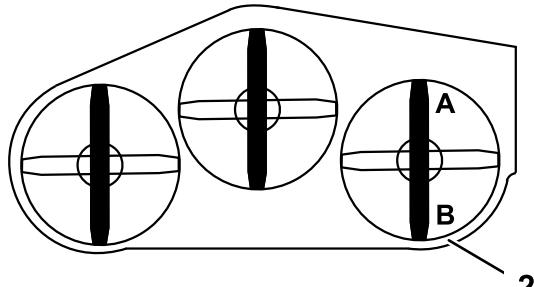

Figura 78
1. Coloque la cuchilla derecha en posición longitudinal (Figura 78).
2. Mida la cuchilla derecha en la posición **A** desde una superficie nivelada hasta el filo de corte del extremo de la cuchilla (Figura 78).
4. Mida la cuchilla derecha en la posición **B** desde una superficie nivelada hasta el filo de corte del extremo de la cuchilla (Figura 78).
6. La cuchilla del cortacésped debe estar entre 6 y 10 mm más baja en la posición **A** que en la posición **B** (Figura 78). Si no es correcta la distancia, continúe con los pasos siguientes.